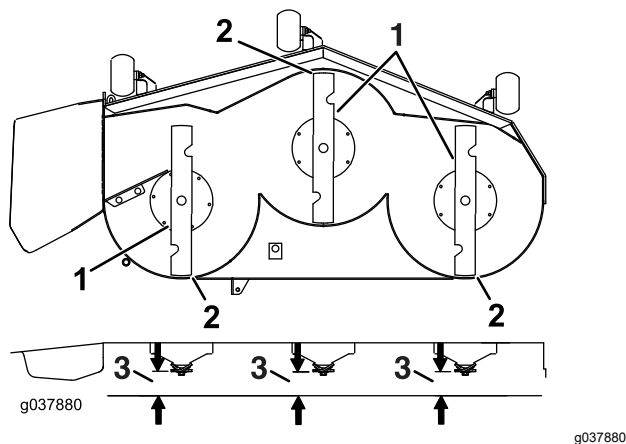

Bild 85
7. Prüfen Sie die Schnittmesserneigung in Längsrichtung (Bild 85). Stellen Sie sicher, dass die vordere Messerspitze niedriger als die hintere Messerspitze ist, wie in der Blockhöhen- und Rechentabelle angegeben. Wenn eine Einstellung erforderlich ist, fahren Sie mit diesem Schritt fort.